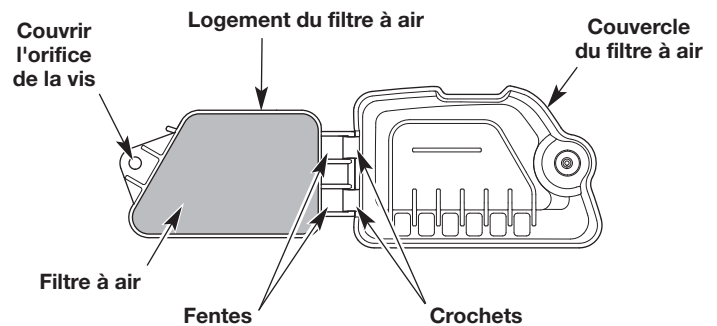

Fig. 17
2. Retirez le filtre à air et l'écran derrière lui (Fig. 17).
6. Réinstallez le filtre à air et l'écran derrière lui (Fig. 17).
7. Insérez les crochets situés sur le boîtier de filtre à air dans les fentes du couvercle du filtre à air (Fig. 17).
8. Pivotez le couvercle du filtre à air vers la gauche et alignez la vis du couvercle avec l'orifice de la vis de couvercle (Fig. 17). Serrez la vis du couvercle pour fixer le couvercle du filtre à air.